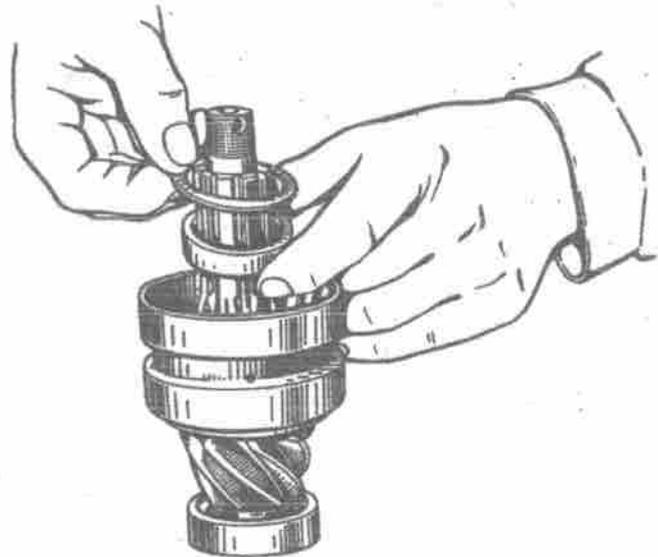

Bild 164. Einbauen der Abstandshülse und der Einstellbeilagen des Antriebsritzellagers
1. Lager auf Antriebsritzel aufpressen. Nachdem das hintere einreihige Radial-Rollenlager aufgedrückt wurde, die Stirnfläche des Zapfens, auf den es aufgedrückt wurde, ankörnen (Bild 163). Die Abstandshülse und Einstellbeilagen des zweireihigen Kegelrollenlagers zwischen den Innenringen anordnen (Bild 164).